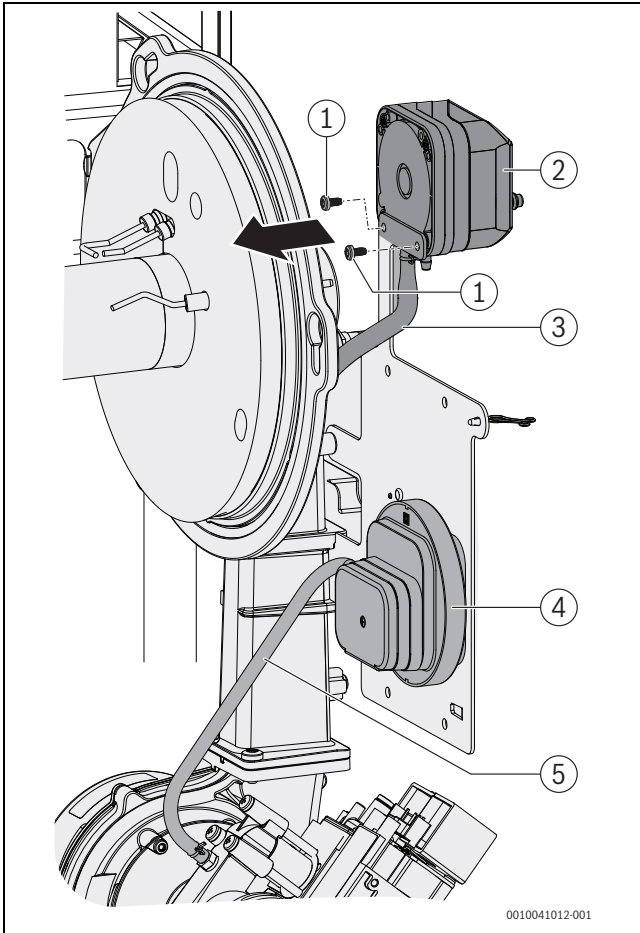
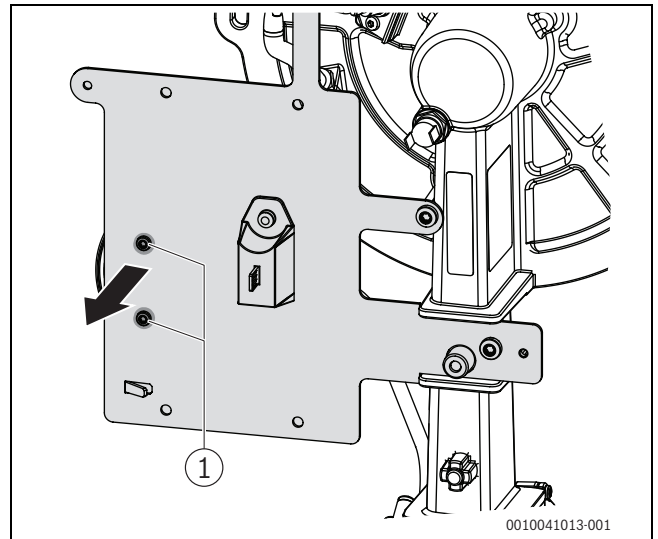

Fig. 59 Smontare il pressostato basso carico e camera di combustione
Fig. 60 Smontare il pressostato basso carico
- Togliere 2 viti di fissaggio (→ fig. 60, [1]) e il pressostato basso carico (→ fig. 59, [4]) sul retro del lamierino di supporto. Fare attenzione che il tubo flessibile (→ fig. 59, [5]) e il cavo di collegamento (non rappresentato) non subiscano danni e/o non vengano estratti.